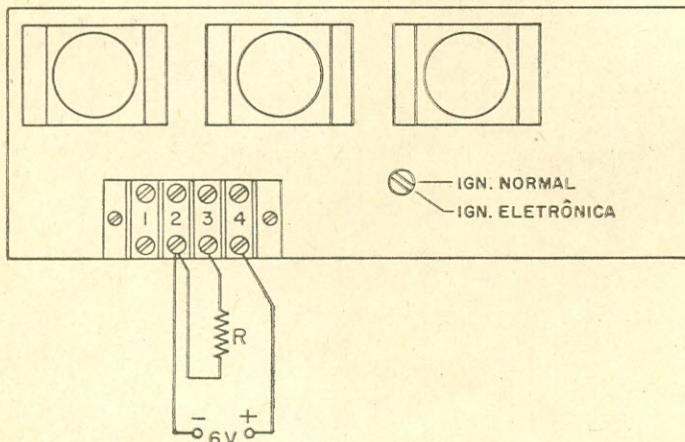

Figura 8
b) Liga-se o terminal 4 ao pólo positivo da bateria; o terminal 3 ao resistor de prova R, o outro extremo de R é ligado ao pólo negativo da bateria; o terminal 2 é também ligado ao pólo negativo (o terminal 1 não é ligado ainda); para maiores detalhes veja a figura 8. Mede-se a tensão entre coletor e emissor de cada transistor e ajusta-se R1, R2 e R3, de maneira que as tensões nos três transistores sejam iguais, isto é, 1/3 da tensão da bateria.